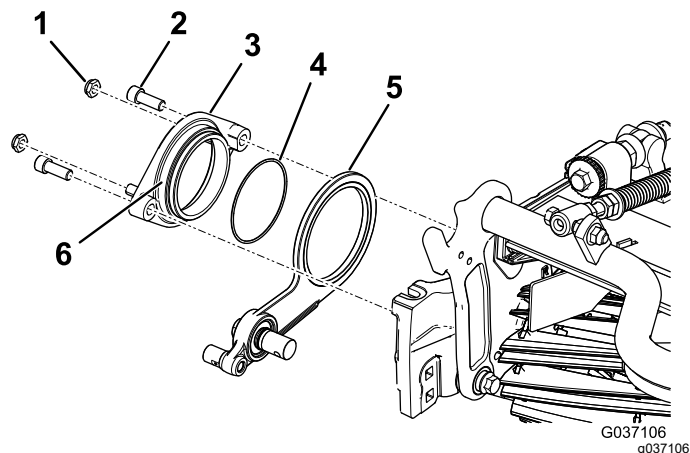

図 9
4. アイドラアセンブリの上から、リールにピボットハブを固定する六角ソケットボルト2本を使用する **図 9**。
5. ピボットハブにロックナット2個を仮止めする **図 9**。
3. ピボットハブアセンブリの外側に、固着防止コンパウンドを塗る **図 9**。